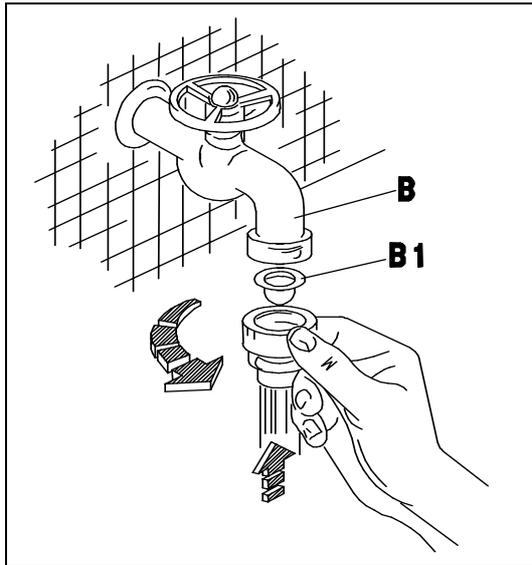
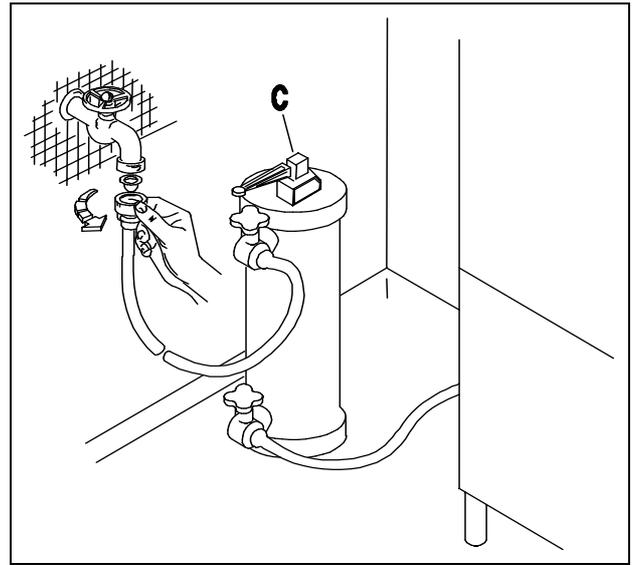
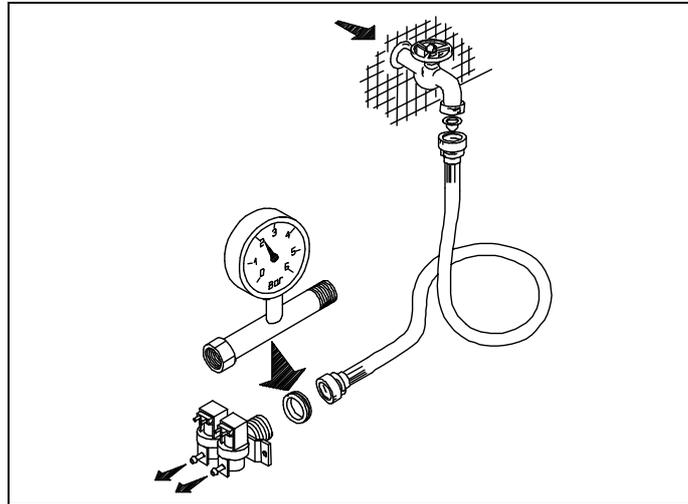
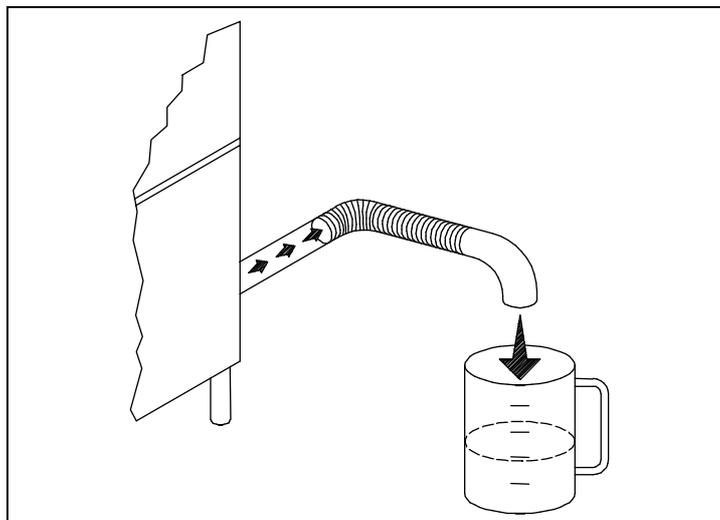

Fig. 2-2
Fig. 2-3
Fig. 2-4
Fig. 2-5
- L'apparecchio è previsto per l'allacciamento all'acqua fredda o calda (max 50 ÷ 55°C), con una pressione a valvola aperta come indicato nella Tab2-1. Il controllo della pressione deve essere effettuato all'ingresso dell'elettrovalvola (ved. fig.2-4). La condotta dell'acqua deve avere un diametro interno di almeno 16/18 mm (ved.fig.2-5). Collegare il tubo di carico acqua dell'apparecchio ad un rubinetto d'intercettazione (B),posto preferibilmente nelle immediate vicinanze dell'apparecchio, interponendo l'apposito filtro in dotazione (B1) (ved. fig.2-2). Si consiglia l'installazione di un decalcificatore (C) (non in dotazione), montato a monte dell' elettrovalvola della macchina (ved.fig.2-3).
- The appliance is designed for connection to the cold or hot water supply (max. 50 ÷ 55°C) at a mains pressure with the valve open as shown in Table 2-1. Pressure must be measured at the solenoid valve inlet (see fig. 2-4). The water pipes must have an internal diameter of at least 16/18 mm (see fig. 2-5). Connect the appliance water supply pipe to a cut-out tap (B), preferably placed close to the appliance, fitting the special filter provided (B1) (see fig. 2-2). We recommend fitting a water softener (C) (not provided) upstream from the machine solenoid valve (see fig.2-3).
- Das Gerät ist für den Anschluss an Warm-und Kaltwasser (max. 50÷55°C) vorgesehen, wobei der Druck bei offenem Ventil dem in Tab2-1. Die Druckkontrolle muss am Eingang des Elektroventils erfolgen (siehe Bild 2-4). Die Wasserleitung muss einen Innendurchmesser von mindestens 16/18 mm aufweisen (siehe Bild 2-5). Den Zulaufschlauch des Gerätes an einen möglichst nahegelegenen Wasserhahn (B) anschliessen und den vorgesehenen Filter (B1) anbringen (siehe Bild 2-2). Der Einbau eines Etkalkers (C) wird empfohlen; dieser gehört nicht zur Ausstattung und muss vor dem Elektroventil der Maschine eingebaut werden. (siehe Bild 2-3).
- L'appareil peut être raccordé à l'eau froide ou chaude (50÷55°C max) à une pression, soupape ouverte, comme indiqué dans le tableau 2-1. Le contrôle de la pression sera effectué à l'entrée de l'électrovanne (voir fig. 2-4). Les conduites d'eau auront un diamètre interne d'au moins 16/18 mm (voir fig. 2-5). Raccorder la conduite d'arrivée de l'eau de l'appareil à un robinet secondaire (B), installé si possible tout près de l'appareil, après avoir intercalé le filtre spécial fourni (B1) (voir fig. 2-2). Nous conseillons d'installer un adoucisseur (C) (non fourni) qui sera monté en amont de l'électrovanne de la machine (voir fig. 2-3).
- Este aparato se puede alimentar con agua caliente o fría (máx. 50 ÷ 55°C); la presión del agua con válvula abierta está indicada en la tabla 2-1; El control de la presión se debe efectuar en la entrada de la electroválvula (véase fig. 2-4). La tubería del agua debe tener un diámetro interior de 16-18 m. por lo menos (véase fig. 2-5). Conecte el tubo de alimentación del agua del aparato a un grifo de paso (B), que irá montado preferentemente muy cerca del aparato, tras interponer el filtro (B1) del equipamiento base (véase fig. 2-2). Es aconsejable instalar un descalcificador (C) (que no forma parte del equipamiento base). El descalcificador irá montado antes de la electroválvula de la máquina (véase fig. 2-3).
- O aparelho é predisposto para ser alimentado com água fria ou quente (máx 50-55°C), com uma pressão, com a válvula aberta, como indicado na Tab 2-1. O controle da pressão deve ser efetuado na entrada da electroválvula (ver figura 2-4). O tubo de água ou mangueira deve ter um diametro interno de pelo menos 16/18 mm (ver fig. 2-5). Conectar o tubo de alimentação de água do aparelho à uma torneira de fechamento manual (B), colocada de preferencia proxima ao aparelho, conectando o filtro em dotação (B1) (ver fig. 2-2). Aconselha-se a instalação de depurador (filtro) de águas duras (calcário) (C), o qual não é previsto no fornecimento da máquina, montado antes da entrada da electroválvula (ver fig. 2-3).